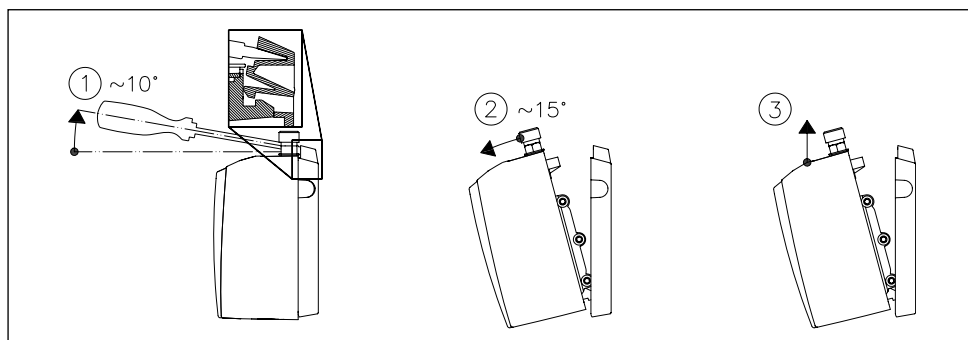

Abb. 16: »Gerät von Wandhalter trennen«
5. Stecken Sie zum Lösen des Gerätes eine breite Schraubendreherspitze bis zum Anschlag in die Wandhalterverriegelung zwischen den Wasseranschlusstücken und drücken Sie die Verriegelung leicht nach oben. Kippen Sie das Gerät maximal 15° nach vorne und entnehmen Sie es nach oben (siehe Abb. 16).